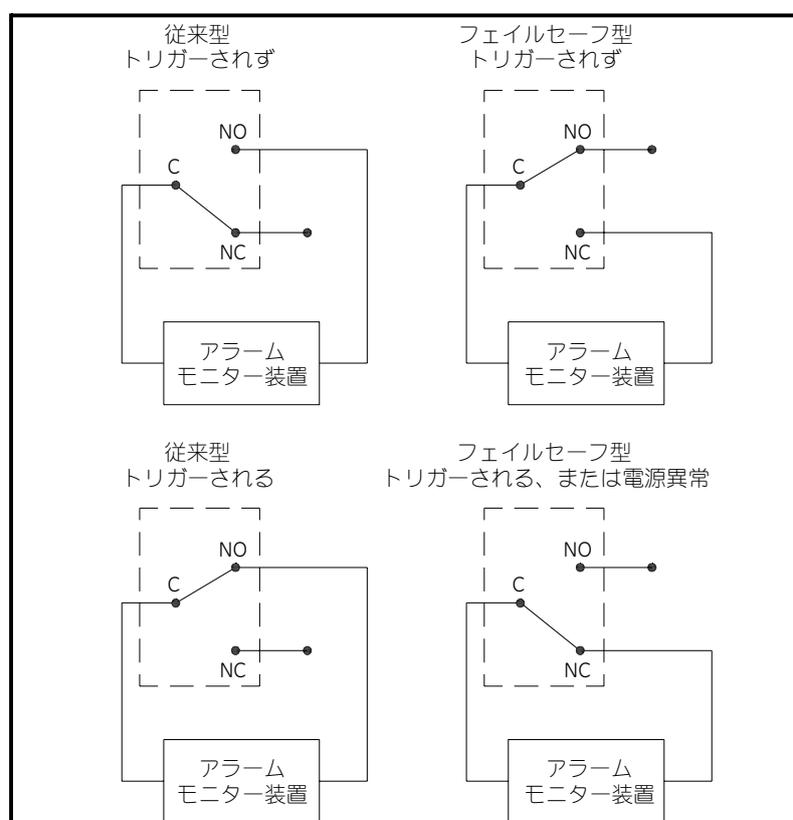

図 1-6: 従来型およびフェイルセーフ型の動作
アラームリレーを設定する際は、動作モードを「従来型」か「フェイルセーフ型」のいずれかにして結線することができます。フェイルセーフモードでは、アラームがトリガーされた時や停電などの障害が発生した場合を除き、アラームリレーは常に通電状態にあります。従来モードおよびフェイルセーフモードでの通常開 (NO) アラームリレーの動作については、下図 1-6 を参照してください。